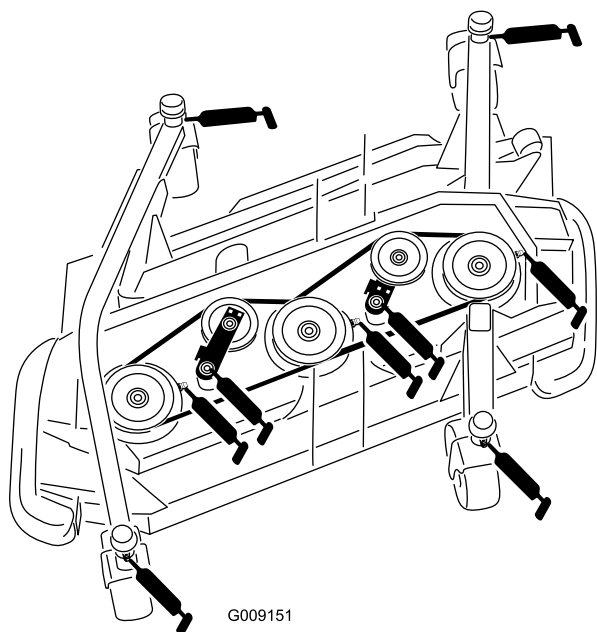

Рисунок 54
- Втулки валов вилок поворотных колес (4 шт.) (Рисунок 54)
- Подшипники шпинделей (3 шт.) (расположенные в корпусе шпинделей), как показано на Рисунок 54
- Втулки шарниров рычагов натяжных шкивов (2 шт.) (расположенные на осях шарниров натяжных шкивов), как показано на Рисунок 54